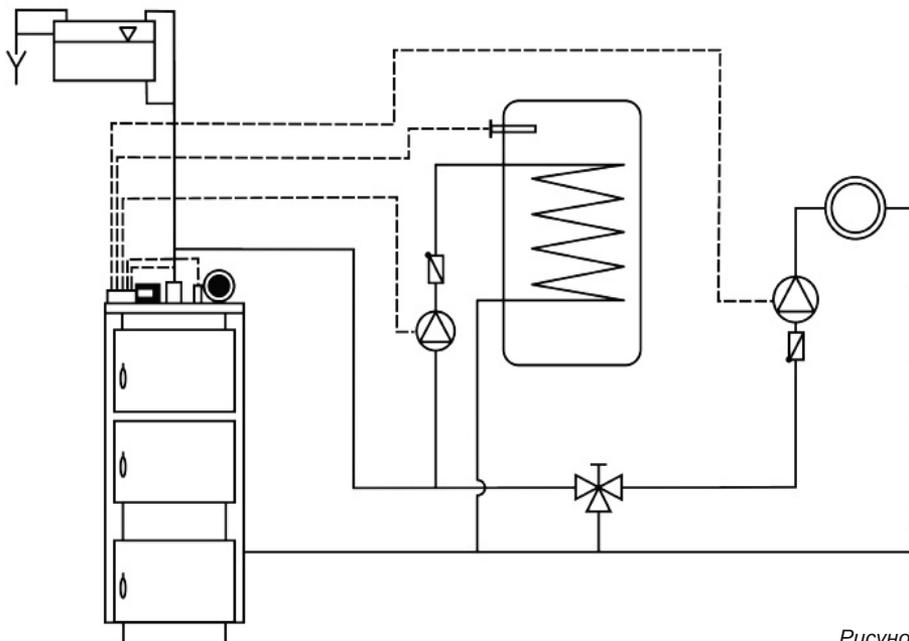

Рисунок 2.
6.3 Схема установки котла показана на рис. 2